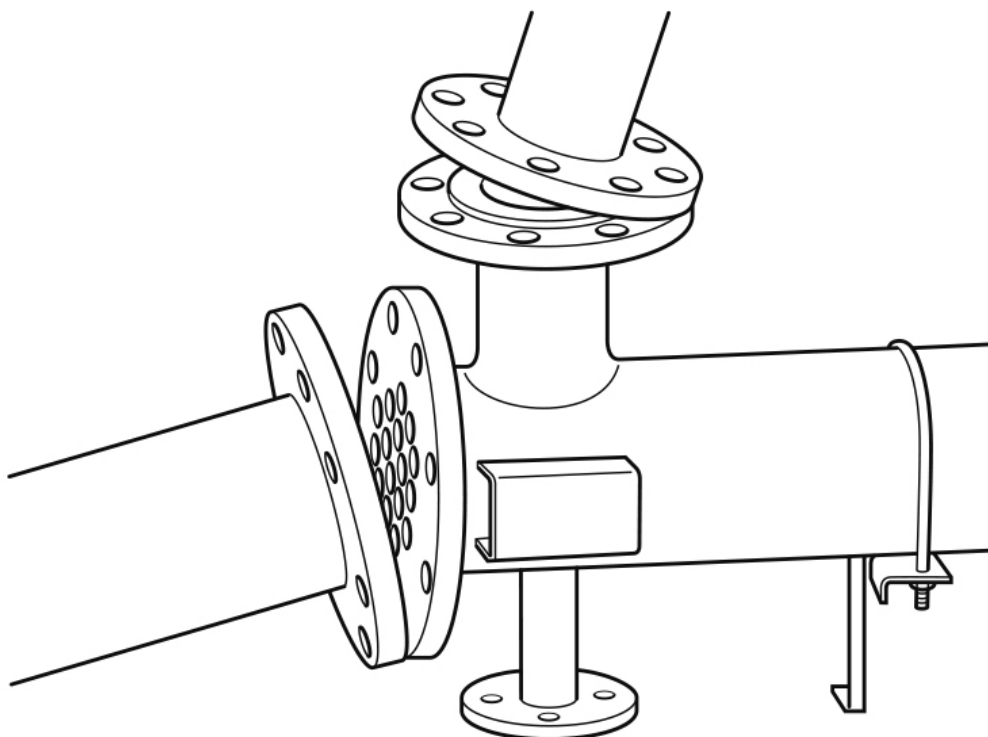

Fig. 8
4.7 Positionner l'échangeur sur le même axe que la tuyauterie horizontale ou verticale de façon à ne pas provoquer de contraintes sur les raccordements (Fig. 8). **Ne pas forcer l'alignement des raccordements.**